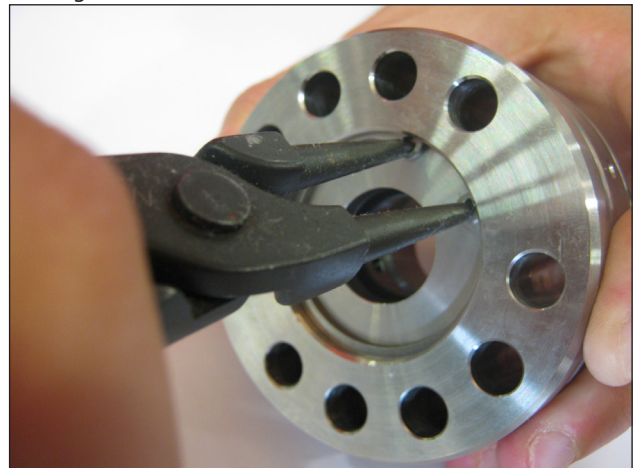
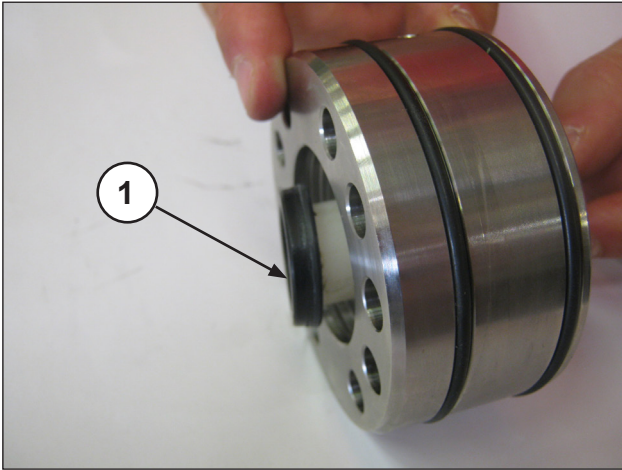

Abb. 126
Abb. 127
- Entfernen Sie den Seegerring und den Sicherungsring der Dichtungen gemäß Abb. 126 und ziehen Sie mit einem speziellen Kunststoffdorn den ND (Niederdruck) Dichtring ① gemäß Abb. 127 ab.